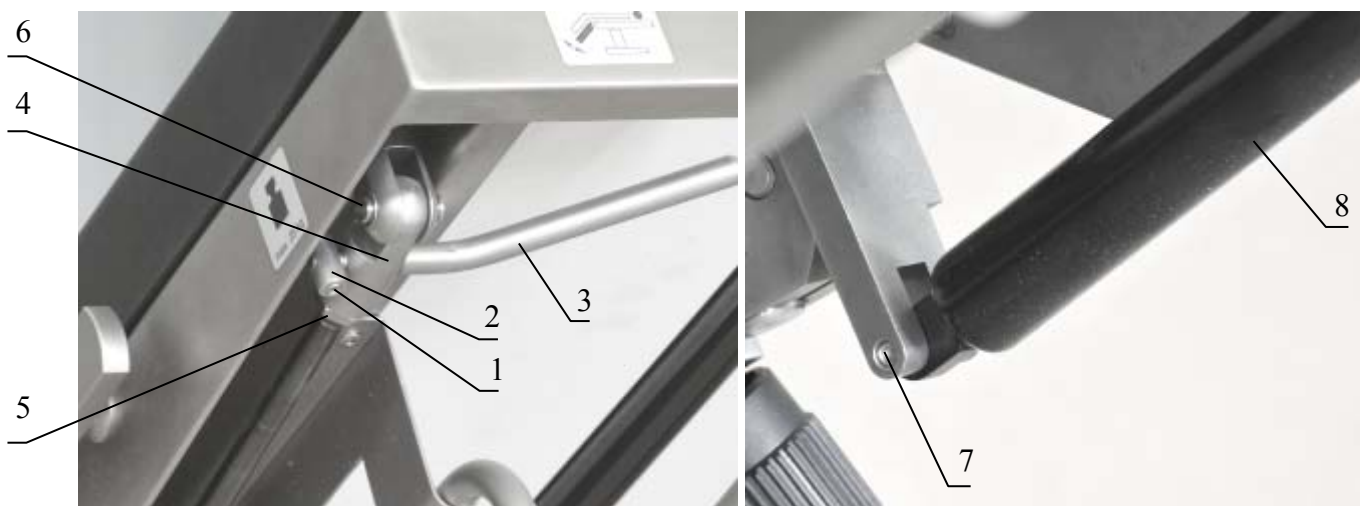

Рисунок 16. Замена газовых пружин панели стола.
- 12.3.1 Отверните винты 1 (Рисунок 16) и гайки 2 – 2 шт.